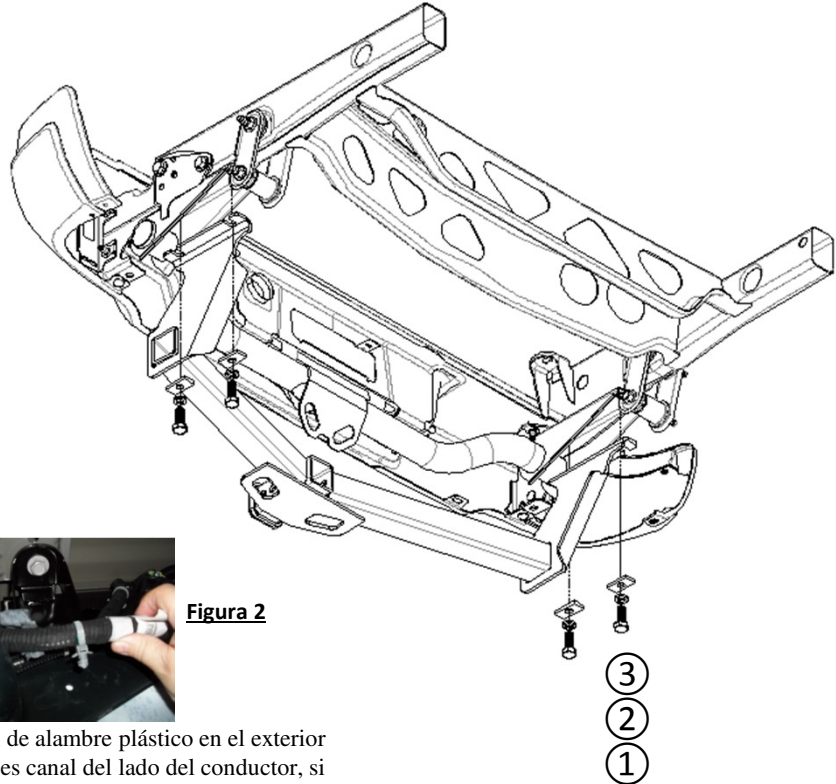

Figura 2
2. Levante el enganche a su posición e instale los fijadores suministrados como se indica. Ver Figura 2.